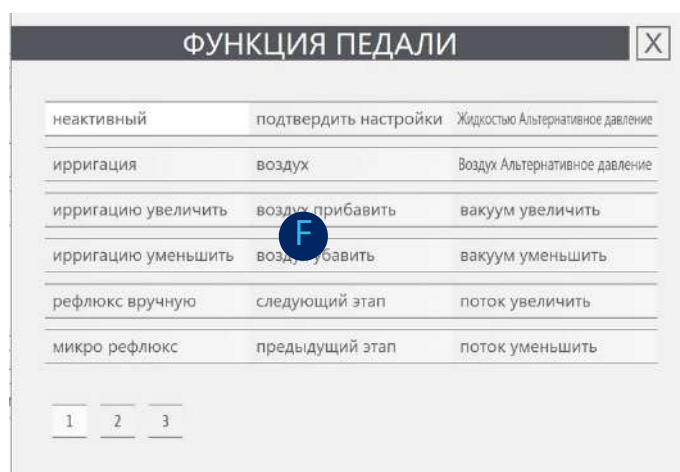
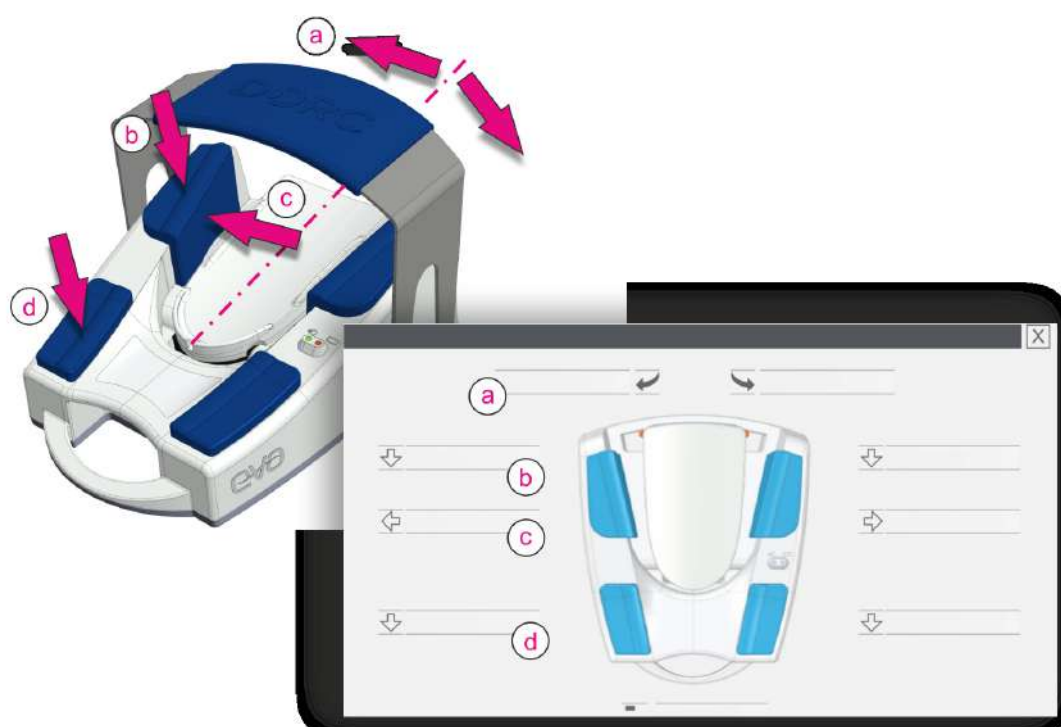

Fig. 199: Настройка педальных переключателей: Всплывающее окно
Fig. 201: Настройки Педальные переключатели (2)
2. Нажмите на один из переключателей [B] (см. также рис. 201, стр. 179). Появится всплывающее окно, представленное на рис. 199.